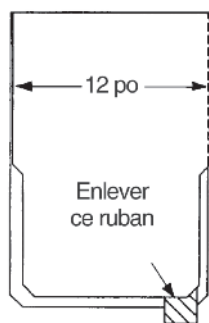

Figure 16-18 : Faîte Shangle®.
5. Avant de clouer les pièces, ne pas oublier de retirer le ruban qui protège l'adhésif entre les deux couches du bardeau (figure 16-18).